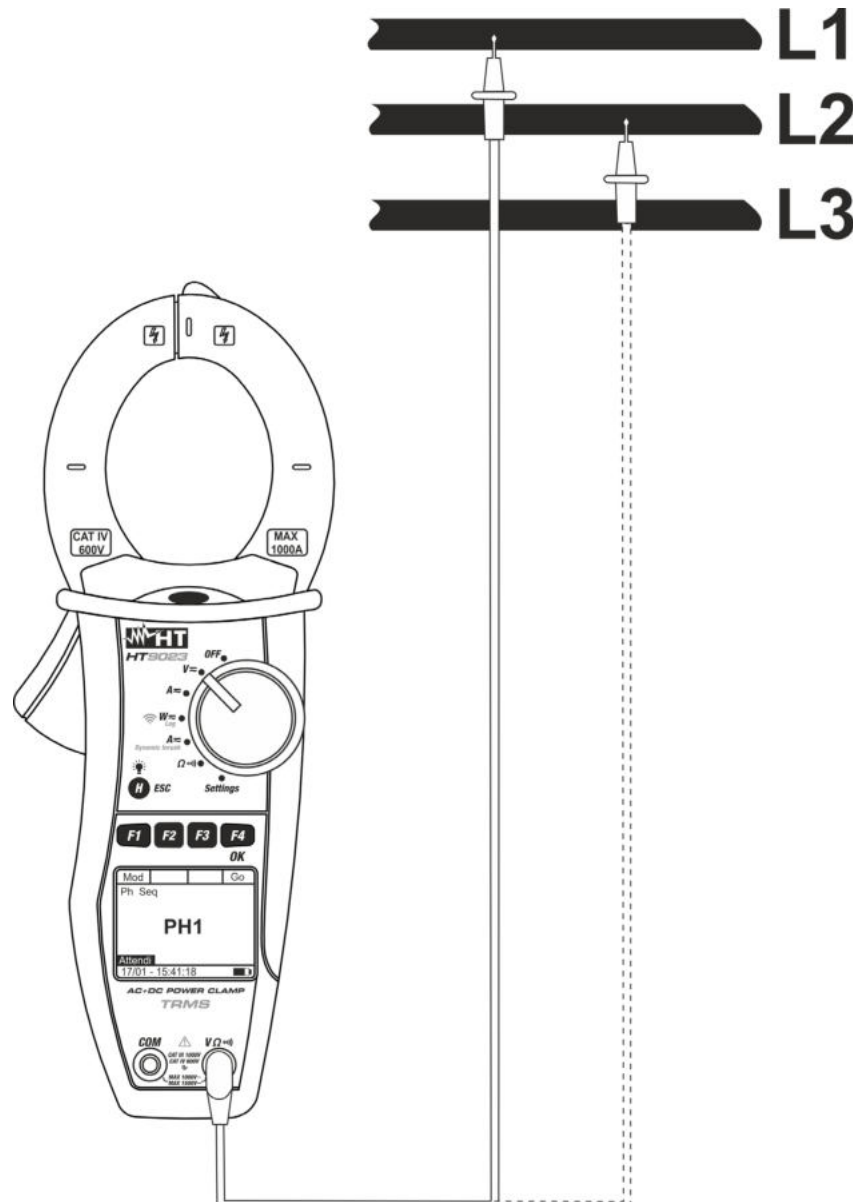

Fig. 7: Verifica del senso ciclico delle fasi
4. Inserire il cavo rosso nel terminale di ingresso  $V\Omega$ ) e posizionare il puntale sulla fase L1 del circuito in esame (vedere Fig. 7)
7. Lo strumento mostra il messaggio "PH2" e attende il rilevamento della fase L2. Collegare il puntale rosso alla fase L2 (vedere Fig. 7)